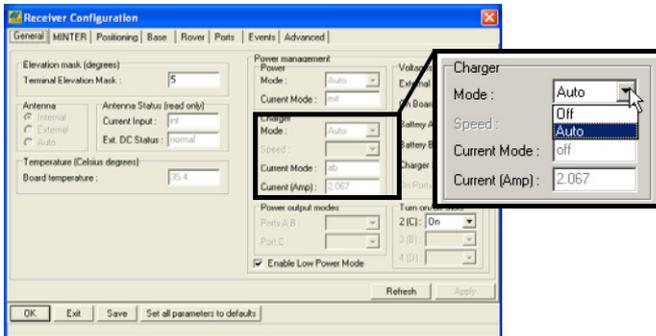

Figura 2-10. Selezione di Charger Mode
4. Selezionare l'elenco a discesa *Charger Mode* per impostare la modalità del caricabatteria desiderata (Figura 2-10 a pag. 2-12). *Current Mode* visualizza la batteria sotto carica: a, b, ab o nessuna (off).